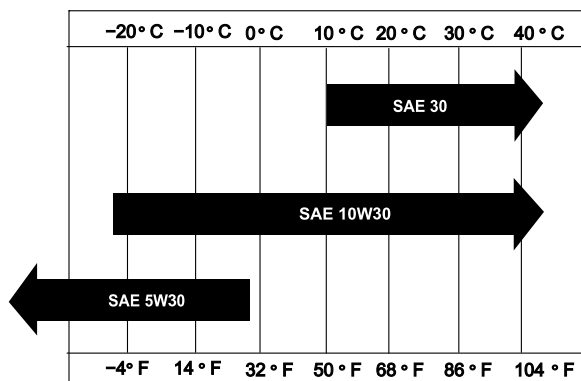

Bild 27
**Viskosität:** Wählen Sie die Ölviskosität nach der Umgebungstemperatur aus; siehe Bild 27.